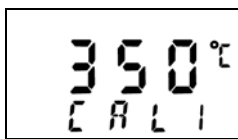

图 12
11.1 主画面模式下长按飞梭旋钮 (6 秒) 进入校温状态 CALI (如图 12)
3.2 当 CALI 状态显示“H”或“HH”(见图 14),表示焊台温度已被校准调高过。例: 设置温度 350℃,实际温度 320℃,如图 12 进行温度校准后,温度将由 320℃ 调升到 350℃。